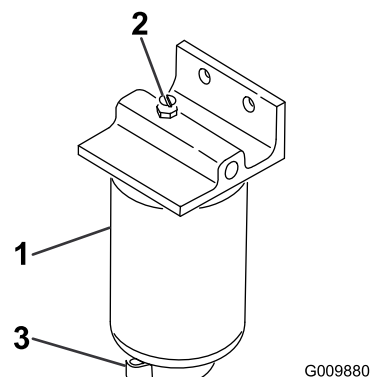

Figura 47
2. Allentate la valvola di spurgo situata nella parte inferiore della scatola del filtro (Figura 47).
1. Pulite la superficie circostante la scatola del filtro (Figura 47).